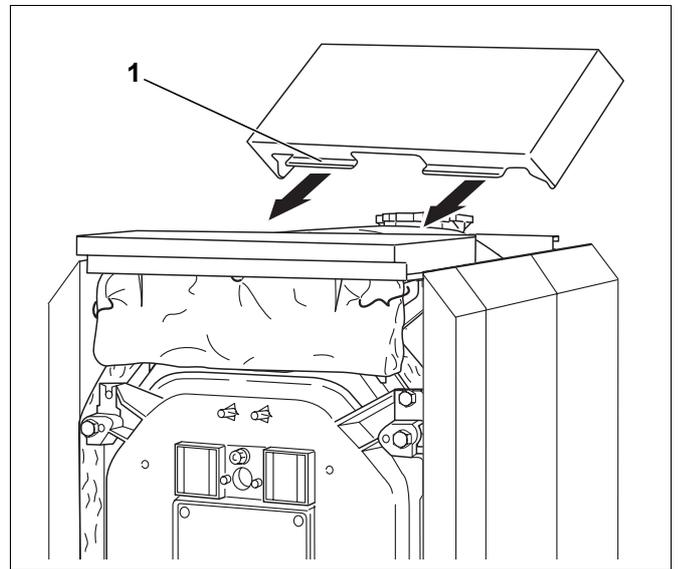

Bild 53 Mittlere Haube montieren
- ▶ Mittlere Kesselhaube mit den Abkantungen (Bild 53, **Pos. 1**) unter die vordere Kesselhaube schieben und in die Sicke der Seitenwände einlegen.